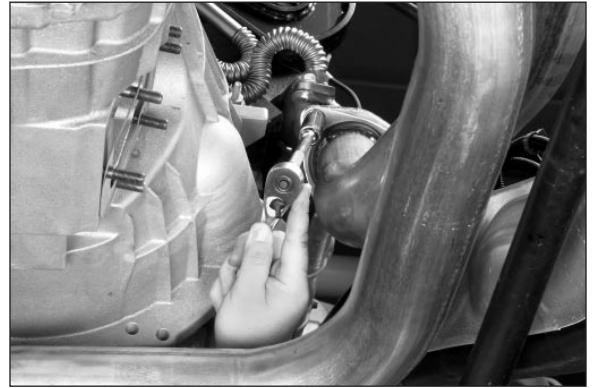

Fig. 1
2. Si el vehículo está equipado con el motor a gasolina de 8.1 L, es posible que sea necesario quitar los tres (3) pernos y remaches que conectan el tubo de descarga derecho y el cabezal de descarga del motor del lado derecho. (Fig. 1) Esto permitirá mover ligeramente el tubo de descarga lejos de la abertura de la PTO para la instalación de la PTO en la almohadilla de la abertura.